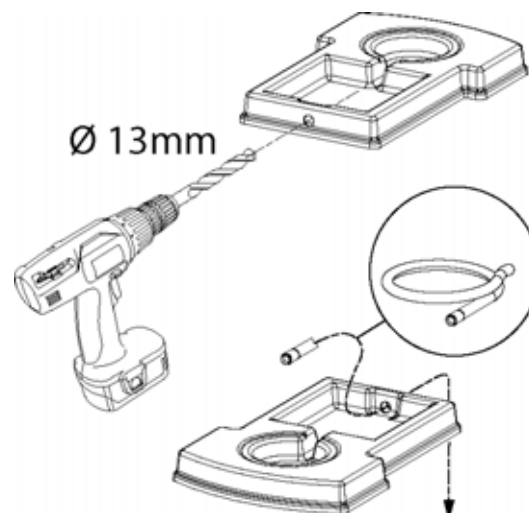

Fig. 16
Ablaufloch an der Rückseite durchbohren und Ablaufschlauch gemäß Abb. 16 anbringen.
7. Das Tropfgitter hat einen Leerlaufschlauchanschluß an der Rückseite (Kapitel 3.5, Abb. 16). Standard ist dieser Anschluß geschlossen. Wenn Sie diesen Anschluß verwenden wollen, muß dieser durchgebohrt werden. Danach kann ein Schlauch angebracht werden.